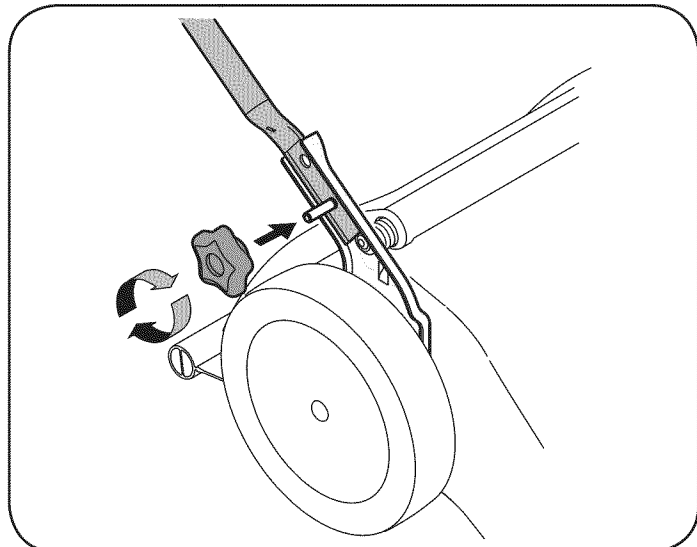

Figura 2
2. Apriete las perillas en estrella ajustando la manija inferior a los soportes de la manija. Vea la Figura 2. Compruebe que la manija inferior esté firmemente asentada en los soportes de montaje.